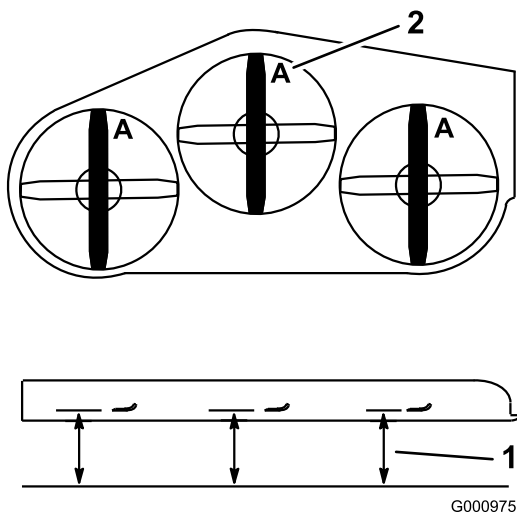

図 79
2. Aの位置で(図 79)、平らな床面からブレードの刃先までの高さを測る。